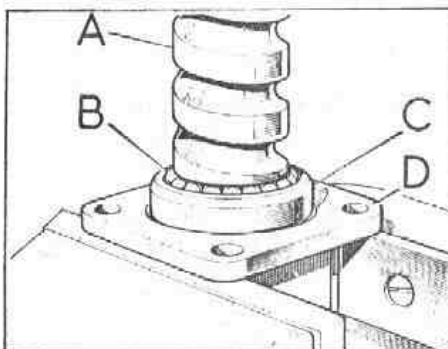

Fig. G-41 Cojinete de bolas superior
- 3.4. Instalar el rodamiento superior, C (Fig. G-41) en su sitio sobre la barra de la dirección, y deslizar ésta en el interior de la columna.